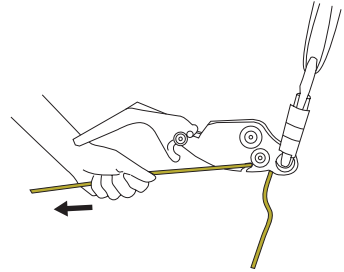

Fig. 5
6. Saisissez le mou de la corde en tirant l'extrémité libre de la corde, comme indiqué sur la fig. 5.
Après avoir serré autant que possible la corde entre l'ancrage et la personne à secourir, fig.5, ajustez l'équipement de protection contre les chutes, chargé, pour abaisser la personne jusqu'à ce que tout son poids soit dans le **SMARTLINE X**. Ensuite, l'autre équipement de protection contre les chutes peut être enlevé et la descente peut démarrer.